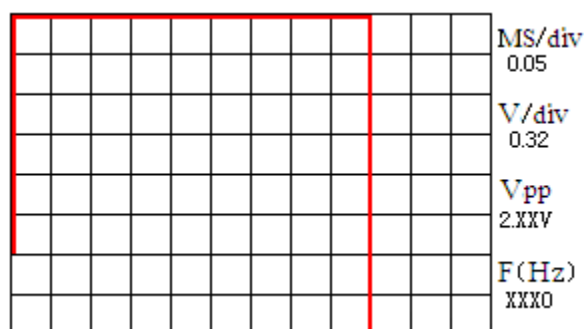

图 1-34-5
(2) 按一下微动按钮 S6，屏幕波形闪动不稳定，按一下微动按钮 S8（Hold），屏幕上显示如图 1-34-5 所示。